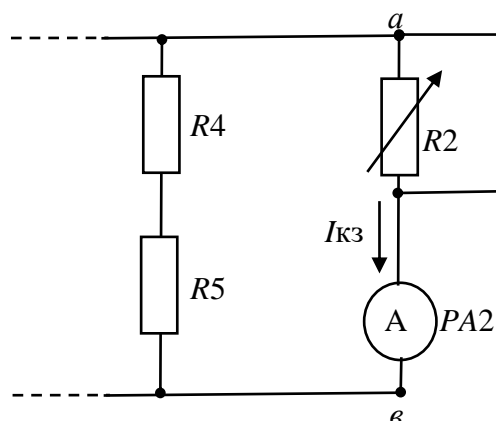

Рис.7
9. Проведите опыт короткого замыкания, соединив проводником выводы резистора $R2$ (рис.7). Включите электропитание. Выполните измерения тока короткого замыкания $I_{кз}$, результаты занесите в табл.6. Выключите электропитание.